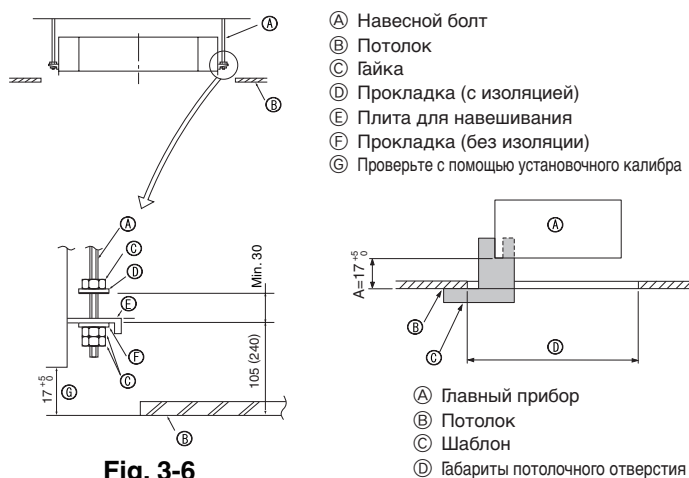

Fig. 3-6
3.6. Порядок подвешивания прибора (Fig. 3-6)